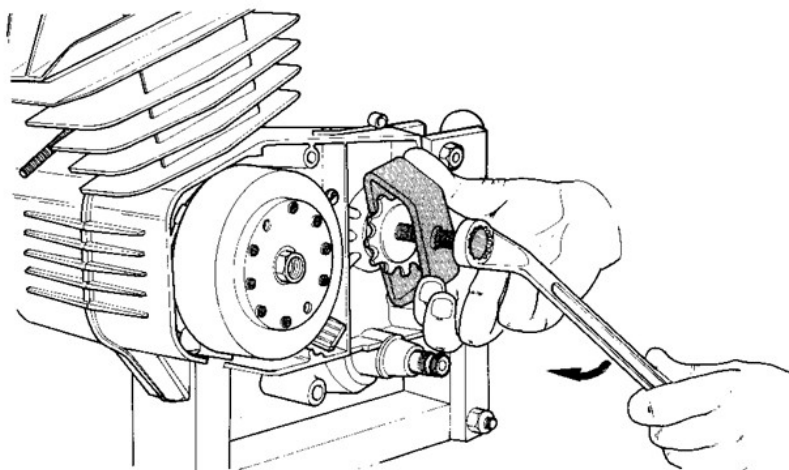

FIG. 14 Estrazione pignone catena
- 8) **USANDO** l'apposito estraattore (cod. 05.0051.0) e agendo sulla vite centrale con una chiave da 17 mm togliere il pignone catena (fig. 14). Nel caso di albero secondario con scanalatura il pignone si sfila manualmente.